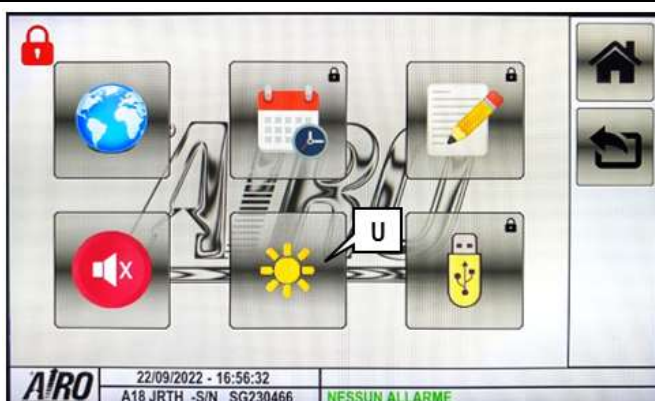

Figura 15
Per **IMPOSTARE LA LUMINOSITÀ DEL DISPLAY**, dopo avere premuto il pulsante (M) si arriva alla pagina mostrata in Figura 15.